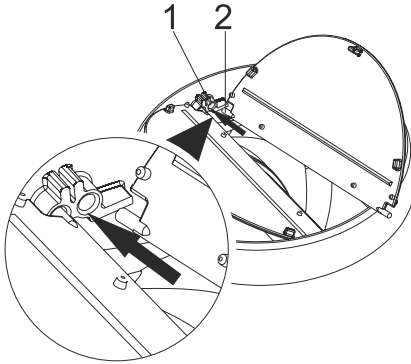

Fig. 10
- Inserire il perno di plastica (area n. 2) sulla presa del perno sullo scarico del motore (area n. 1).Fig. 10 (Fig. 10)Quindi piegare leggermente l'aletta per inserire l'altro perno sull'aletta e inserire l'altro perno nella sua presa (Fig. 10).